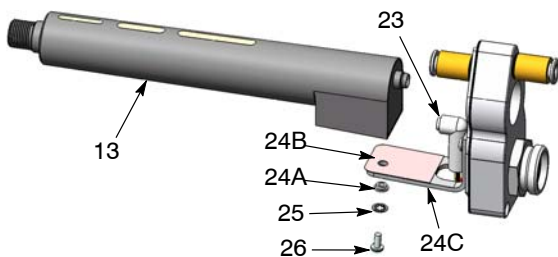
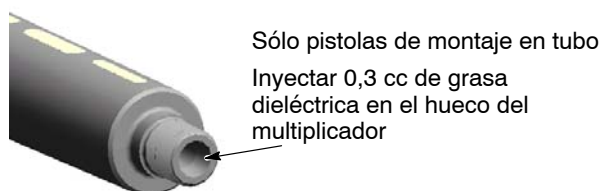

Figura 29 Sustitución del multiplicador
Figura 33 Lubricación del hueco del multiplicador – Pistola de montaje en tubo
4. Ver la figura 29. Retirar el tornillo (26) y la arandela de seguridad (25), después retirar el multiplicador (13) del soporte (24C).
5. Desconectar el enchufe del cableado (23) del multiplicador.
1. Ver la figura 29. Conectar el conector de cableado (23) al multiplicador (13).
3. Fijar el multiplicador al soporte con el tornillo (26) y la arandela de seguridad (25).
4. Sólo pistolas de montaje en tubo: Ver la figura 33. Inyectar aproximadamente 0,3 cc de grasa dieléctrica en el hueco del multiplicador para que esté alrededor del 75% lleno.